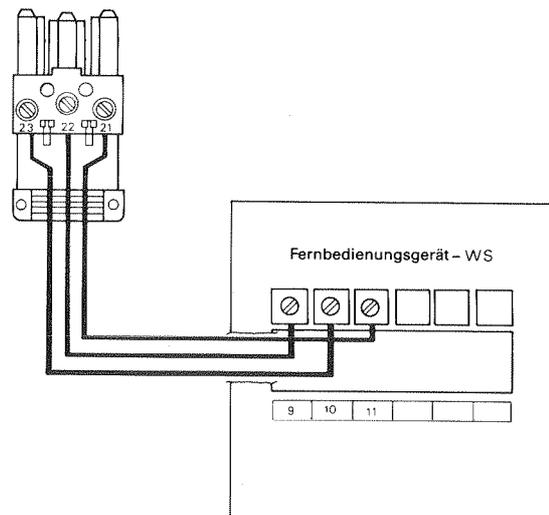

Abb. 3.9
1. Anschlußleitung vom Fernbedienungsgerätes in Steckverbinder **58** entsprechend Abb. 3.9 anschließen.